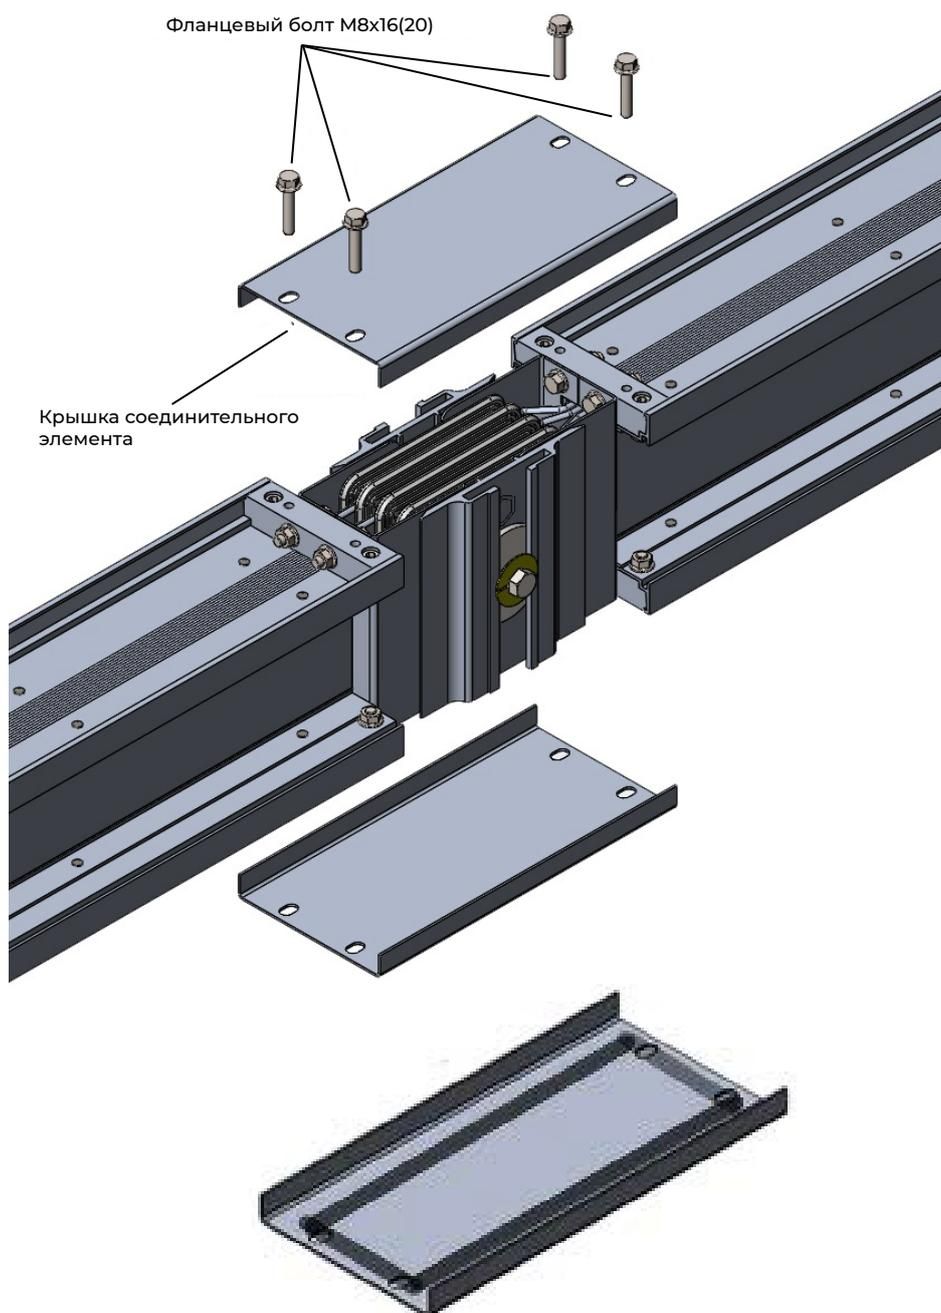

Рисунок 17
6.9 Установите крышку CE – затем затяните фланцевые болты (рисунок 17).